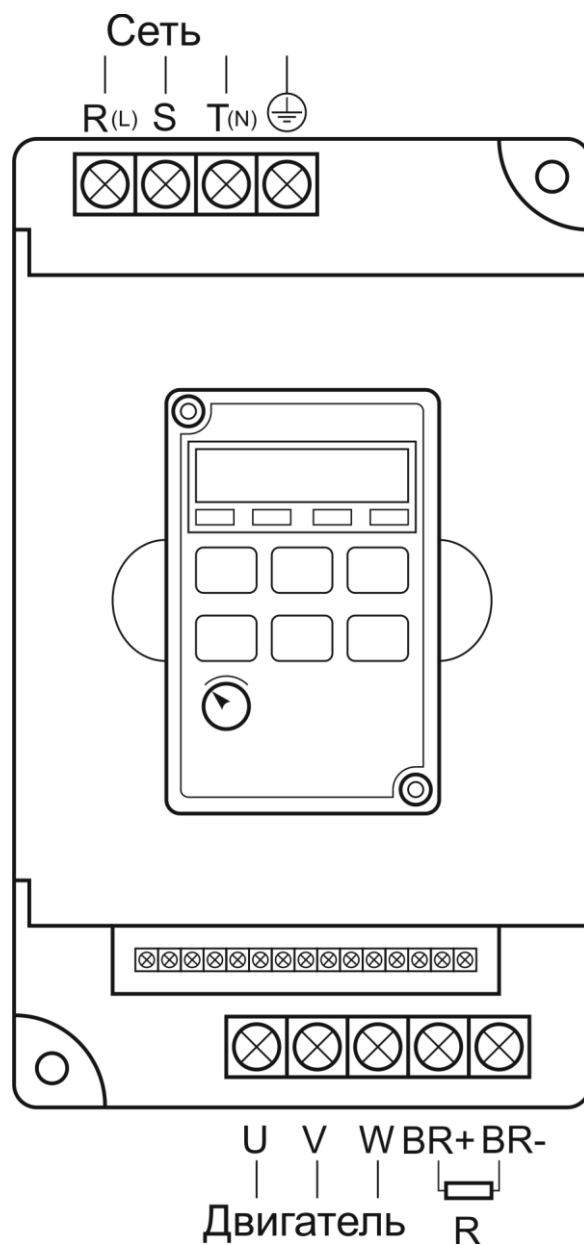

Рис. 3-4 Схема подключения
1) Схема контактов управления (рис. 3-4, рис. 3-5) :